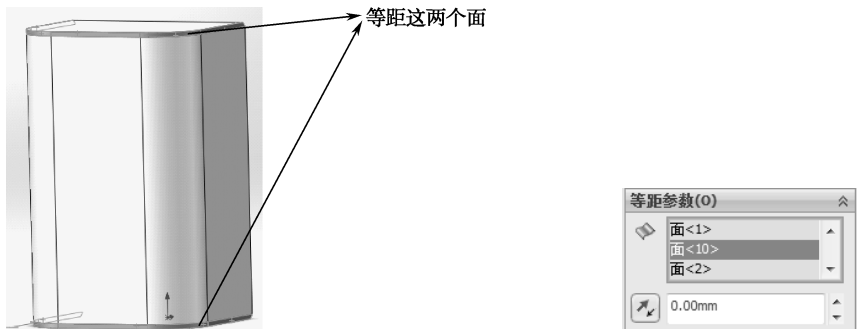

图 7-90 选择要等距的曲面和设置参数
(9) 选择**等距曲面**  **等距曲面**，选择图 7-90 上面的面，等距距离设置为 0。